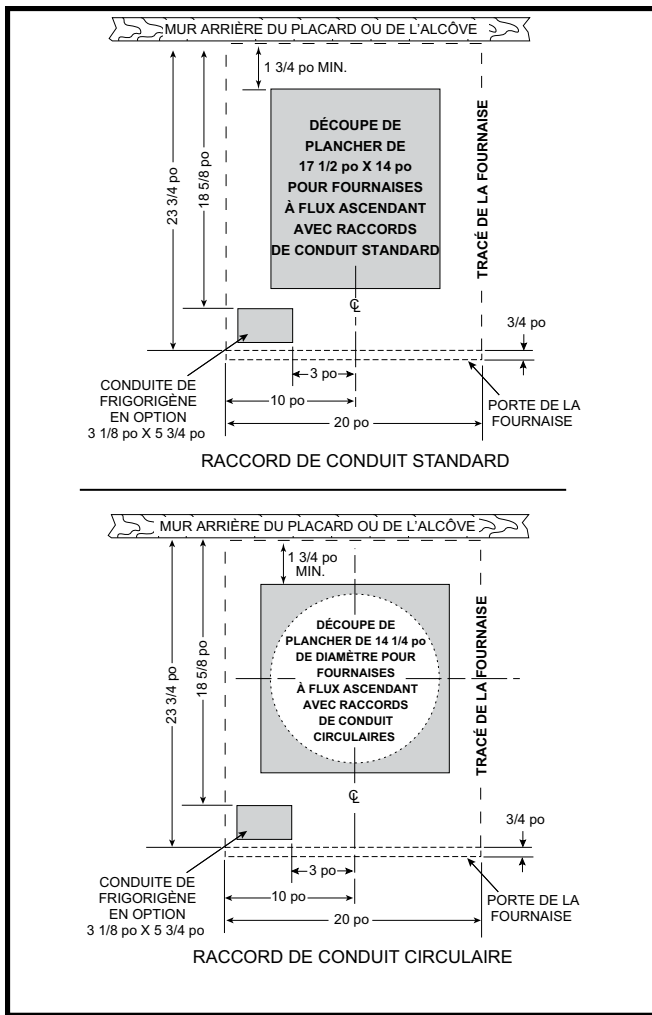
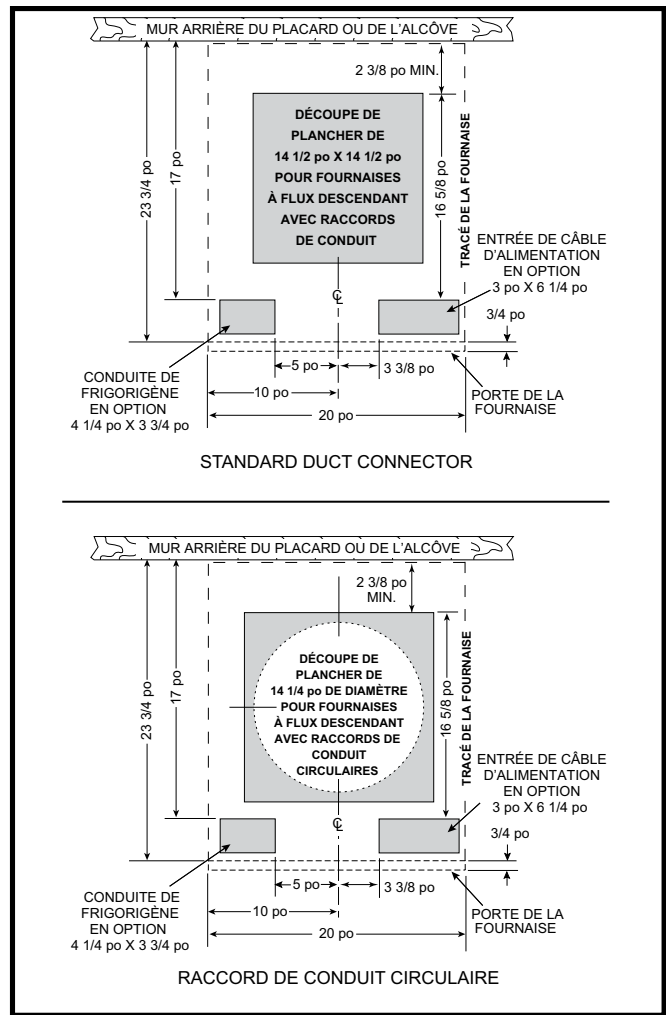

Figure 2. Dimensions de l'ouverture pour fournaies à flux ascendant
Figure 3. Dimensions de l'ouverture pour fournaies à flux descendant
Les ouvertures dans le plancher doivent être positionnées soigneusement pour prévenir les erreurs d'alignement entre la fournaise et le conduit d'air. Les ouvertures normales ou rondes des fournaises à flux ascendant sont illustrées à la Figure 2 (page 6). Les ouvertures pour les fournaises à flux descendant sont illustrées à la Figure 3 (page 6).
2. En utilisant la ligne centrale comme point de départ, tracez le reste du trou pour les conduits en fonction des dimensions montrées à la Figure 2 ou la Figure 3.
- a. Marquez les ouvertures de plancher comme indiqué à la Figure 2 (page 6). Prévoyez les dégagements minimaux à l'arrière et sur les murs gauches du placard pour l'installation de la fournaise et du câblage.